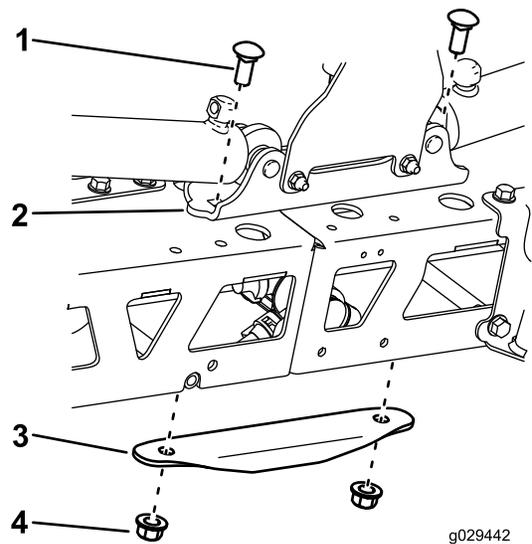

Bild 4
1. Entfernen Sie die Verstärkungsplatte und die Zylindermontageplatte ab (Bild 4).